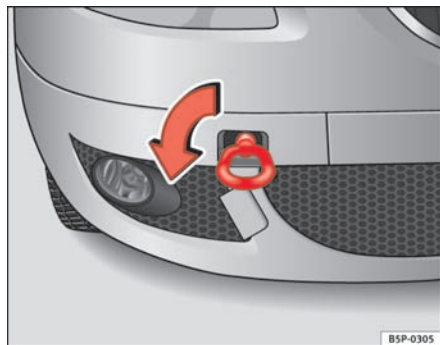
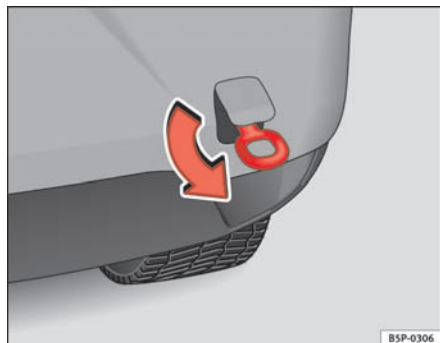

Fig. 206 Atornillado de la argolla de remolque en la parte delantera derecha del vehículo
Fig. 207 Atornillado de la argolla de remolque en la parte trasera del vehículo
- Atornille la argolla hasta el tope hacia la *izquierda*, en el sentido que indica la flecha, tanto en la parte delantera ⇒ fig. 206, como en la trasera ⇒ fig. 207. ■